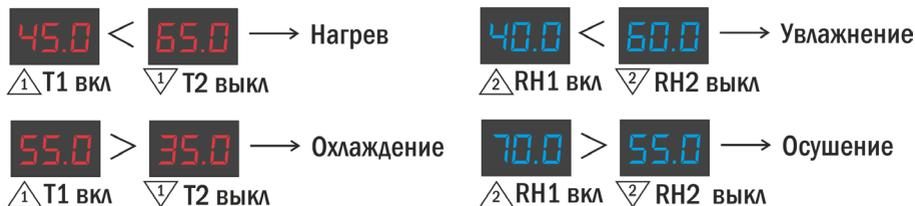

Рис. 2 – Режимы работы
4. **Режимы работы (графически представлены на рис. 2)**